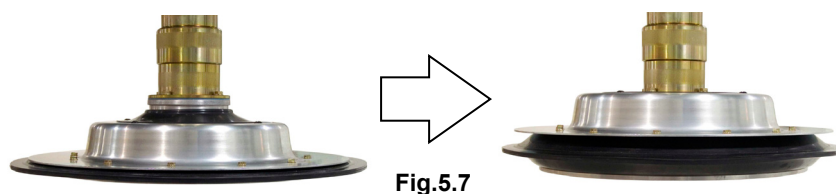

Fig.5.7
- 3) 「LIFT」スイッチを UP に切り換えてください。(Fig.5.7)
- 5) 「INDUCTOR PLATE (インダクタープレート)」スイッチを SEAL OFF (縮小) に切り換え、ワイパーシールの外径を縮めてください。(Fig.5.7)